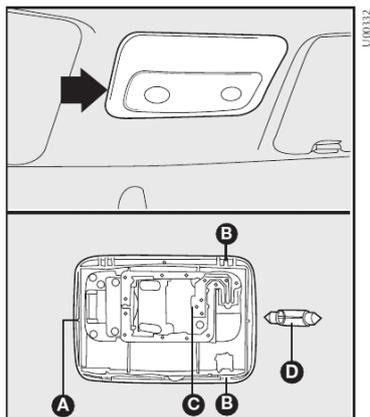

fig. 23
### CONJUNTO DA LUZ INTERNA - fig. 23
- com uma chave de fenda no ponto indicado pela seta - **fig. 23**, remover o conjunto da luz interna montada a pressão pelas travas **B**.